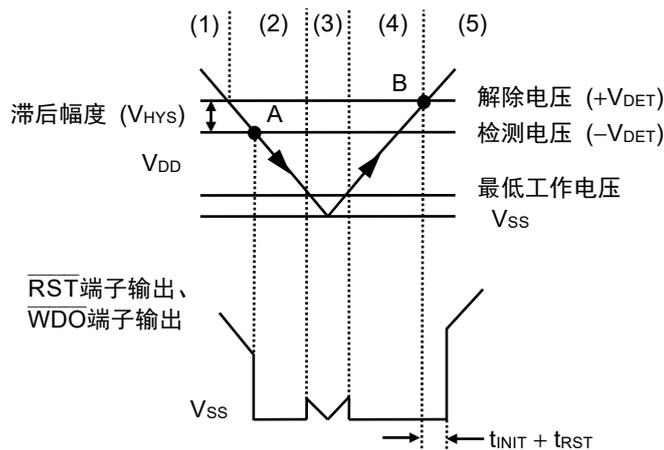

图32 电压检测电路的时序图
- (1) 当电源电压 (V_{DD}) 大于或等于检测器的解除电压 ($+V_{DET}$) 时, N沟道晶体管 (N2) 变为关, 向 \overline{RST} 端子输出 "H"。此时, P沟道晶体管 (P1) 为开状态, 向比较器 (C1) 的输入电压为 $\frac{R_B \cdot V_{DD}}{R_A + R_B}$ 。
- (2) 即使 V_{DD} 降低到小于或等于 $+V_{DET}$ 时, 只要大于或等于检测电压 ($-V_{DET}$), 就能向 \overline{RST} 端子输出 "H"。若 V_{DD} 降低到小于或等于 $-V_{DET}$ (图32的A点) 时, 通过C1控制的N2变为开, 向 \overline{RST} 端子输出 "L"。此时, P1变为关, 向C1的输入电压为 $\frac{R_B \cdot V_{DD}}{R_A + R_B + R_C}$ 。
- (3) V_{DD} 进一步下降, 若降低到小于或等于IC的最低工作电压时, \overline{RST} 端子的输出为 "H"。
- (4) 若 V_{DD} 上升到大于或等于最低工作电压时, 向 \overline{RST} 端子输出 "L"。此外, 在 V_{DD} 大于 $-V_{DET}$ 且小于 $+V_{DET}$ 的情况下, 输出为 "L"。
- (5) 再继续使 V_{DD} 上升, 若上升到大于或等于 $+V_{DET}$ (图32的B点) 时, N2变为关, 经过了 $t_{INIT} + t_{RST}$ 后, 向 \overline{RST} 端子输出 "H"。